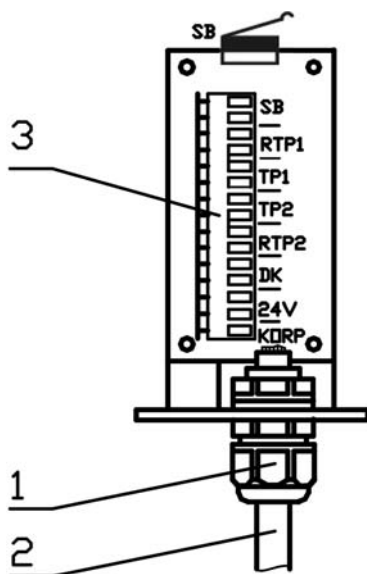

Рис.10.7
10.3.12 Выкрутить на несколько оборотов зажимную гайку 1 (рис. 10.7) до освобождения отверстия кабельного ввода.
10.3.14 С помощью зажимной гайки 1 (рис. 10.7) надежно зафиксировать кабель 2.
10.7.1 В соответствии с электрической схемой проекта произвести подключение проводников кабеля связи (с ППК или концентратором) к контактам зажимов расположенным на обратной стороне шасси (см. рис. 10.7, рис. 10.9). В зажимы «RTP1» и «RTP2» установить контрольные резисторы. Пары контрольных проводов от ППК